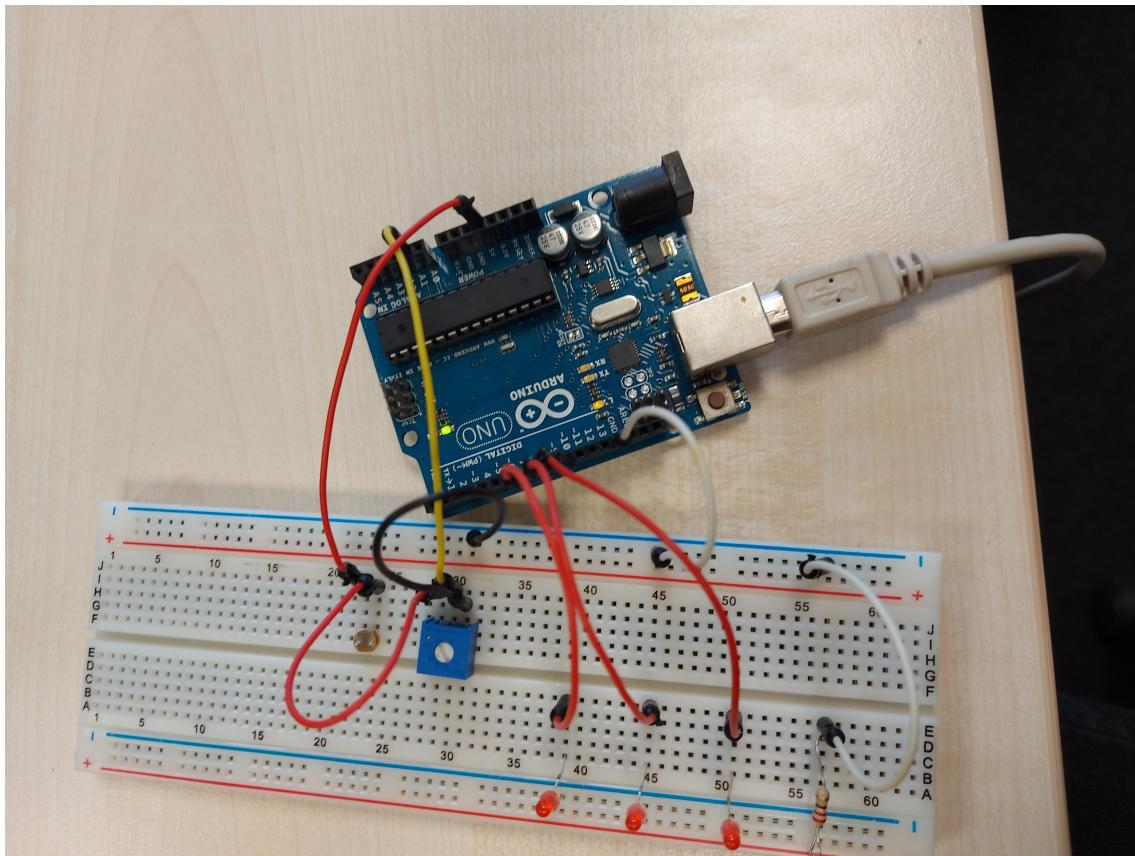

Abbildung 3: Arduino Test Led Aufbau
*Siehe Abbildung 3 : Arduino Test LED Aufbau*